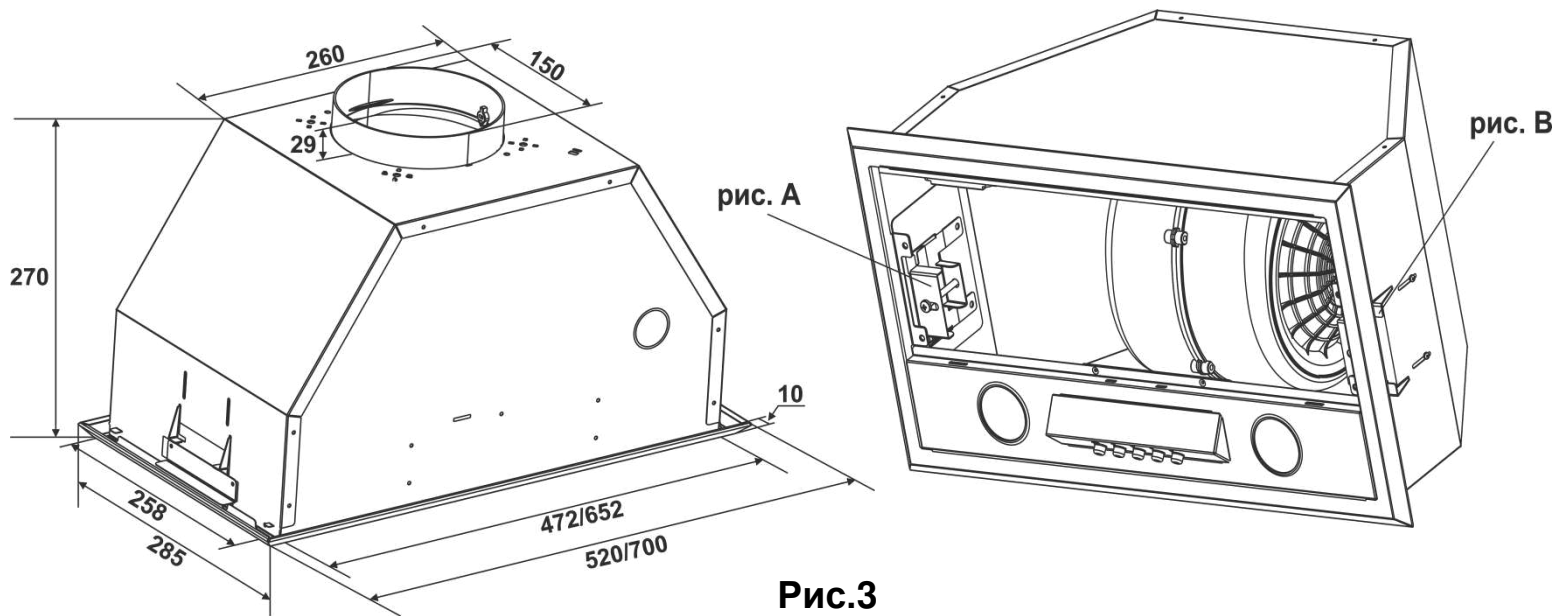

Рис.3
6.3 З врахуванням настановної висоти і умовою прилягання витяжки до дна нижньої полки навісної меблевої шафи по раніше виготовленому паперовому шаблону розмітьте і виріжте прямокутний отвір згідно згідно габариту (рис.3) вмонтованої частини витяжки.
6.4 На витяжці відпустіть на 0,25 оберта гвинти (рис.3В). Після цього вставте витяжку у прорізаний прямокутний отвір, злегка натиснувши пружні упори (рис.3А). Затягніть викруткою гвинти (рис.3В) з обох сторін.